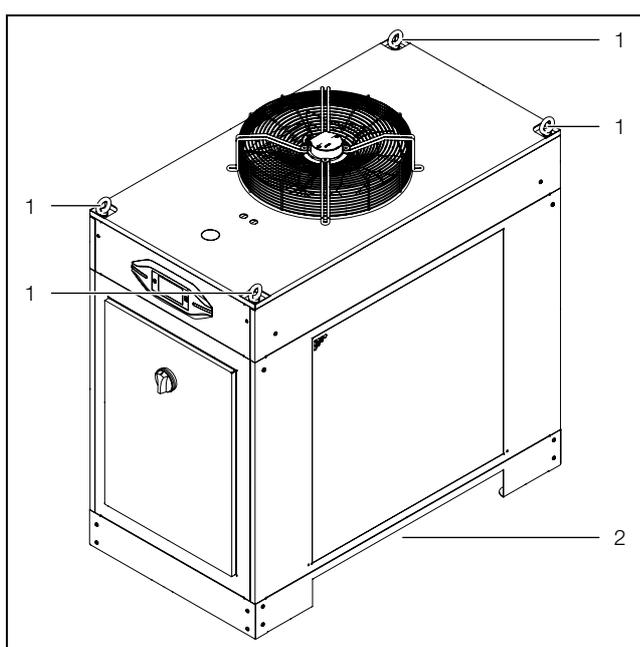

Рис. 10: Транспортировка (333640x)
- на приспособленных для этого рым-болтах с подъемными устройствами (рис. 10, поз. 1) или
- с помощью погрузчика при захвате снизу и подъеме сбоку (рис. 10, поз. 2).